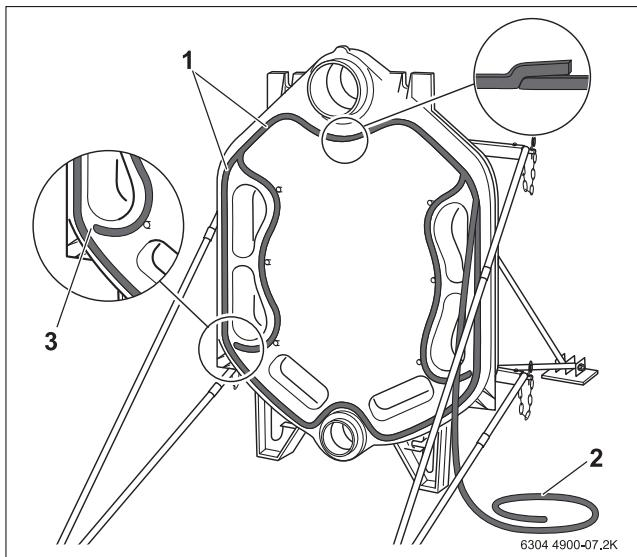

Рис. 12 Укладка уплотнительного шнура (шнур КМ)
- Концы уплотнительного шнура в местах стыка слева и справа нельзя накладывать внахлест (\rightarrow рис. 12, [3]).
На рисунке 17 показана средняя секция с подключением подающей линии. Ниппели для монтажа следующей средней секции установлены в соответствующие ступицы. В паз для уплотнения ужеложен уплотнительный шнур. Как показано для задней секции (→ рис. 12, стр. 12) здесь уплотнительный шнур тоже прерван. Для упрощения монтажа секция котла выравнивается с помощью подкладных клиньев. Эти клинья пригодятся позже для окончательного выравнивания готового котлового блока.